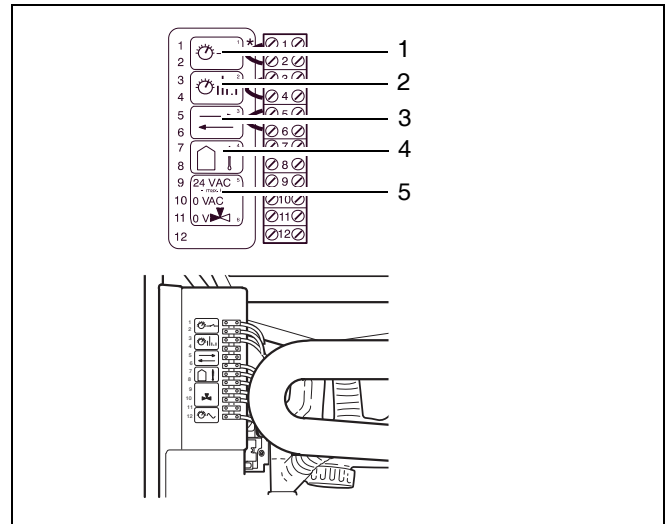

Abb. 13 Anschluss Regelgerät
- Bei Dreiwegeventil ohne Stecker: Dreiwegeventil an Klemmen 9 und 11 der Klemmenleiste anschließen (Abb. 13, Pos.5).
- Brücke entfernen und Regelgerät an der Klemmenleiste nach Schaltplan anschließen (Abb. 13).
Legende zu Abb. 13: